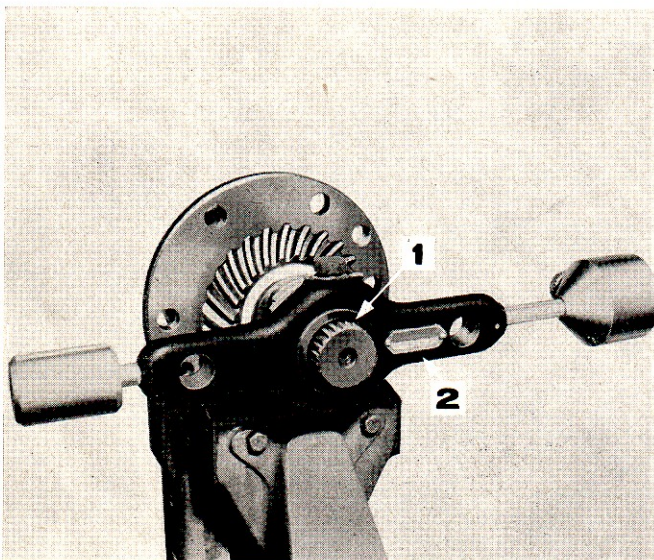
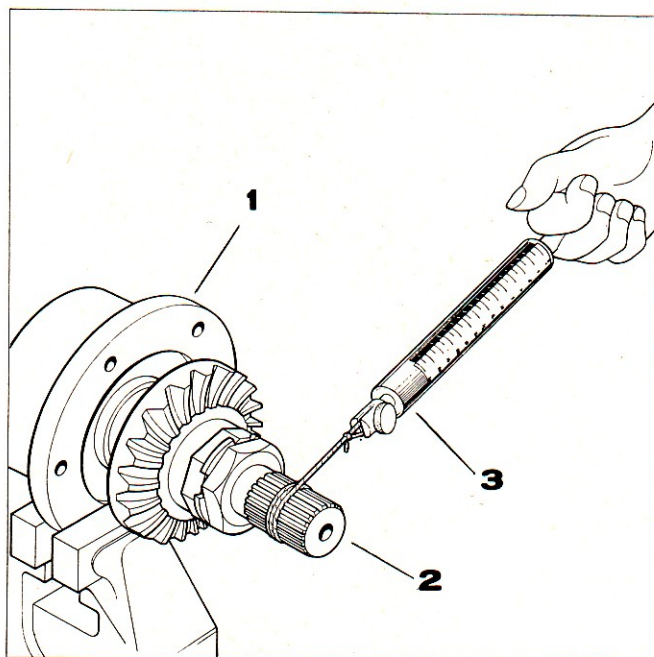

Figure 30: Contrôle de la précharge du roulement de pignon d'attaque
Figure 31: Contrôle de la précharge du roulement de pignon d'attaque
4. Au moyen de l'outil No T4094 ou N-4634-A, serrer l'écrou intérieur au couple de précharge spécifié. Pour contrôler la précharge, utiliser l'outil no T4062 muni de l'adapteur T4062-2A (Figure 30). Si l'on ne dispose pas de cet outil, on peut employer, pour exercer l'effort spécifié, un peson relié à une ficelle enroulée autour des cannelures du pignon (Figure 31) — (voir Spécifications, Chapitre 3).